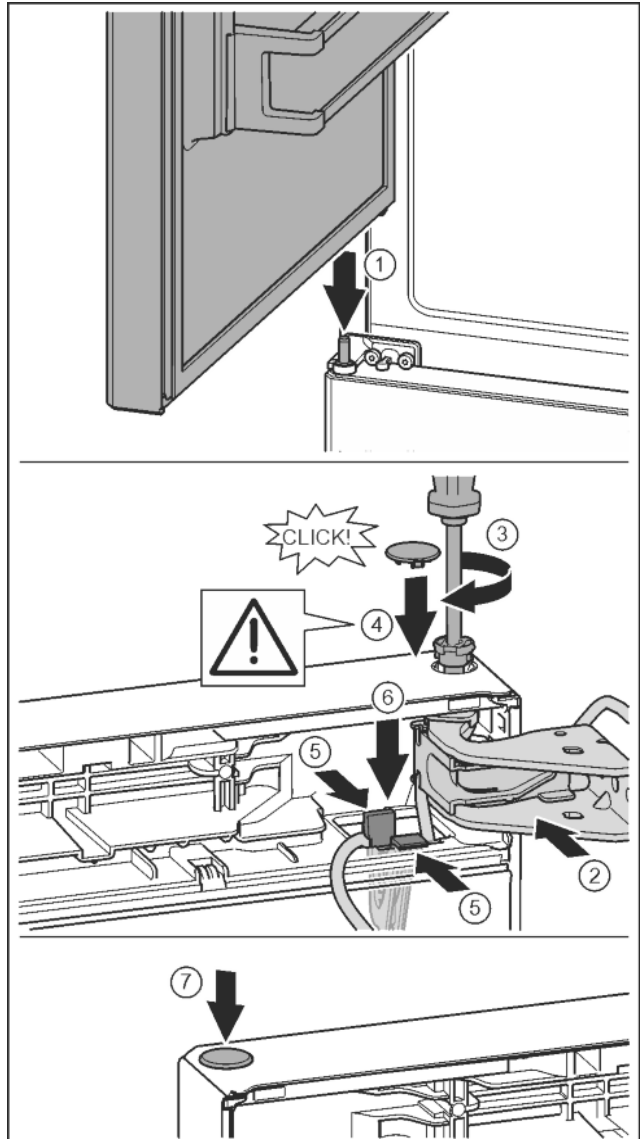

Fig. 34
- ▶ Obere Tür auf mittleren Lagerbolzen setzen Fig. 34 (1)
- ▶ Tür oben zur Öffnung im Lagerbock ausrichten. Fig. 34 (2)
- ▶ Bolzen einsetzen und mit Schraubendreher T15 festschrauben. Fig. 34 (3)
- ▶ Sicherungsabdeckung zur Sicherung der Tür montieren: Sicherungsabdeckung einsetzen und kontrollieren ob sie auf der Tür aufliegt. Ansonsten Bolzen vollständig einsetzen. Fig. 34 (4)
- ▶ Halter mit daran befestigtem Kabel in Öffnung einsetzen. Dabei muss die Lasche mit der längeren Öffnung nach vorne zeigen. Fig. 34 (5)
- ▶ Halter nach unten drücken bis die Lasche einrastet. Fig. 34 (6)
- ▶ Stopfen einsetzen. Fig. 34 (7)